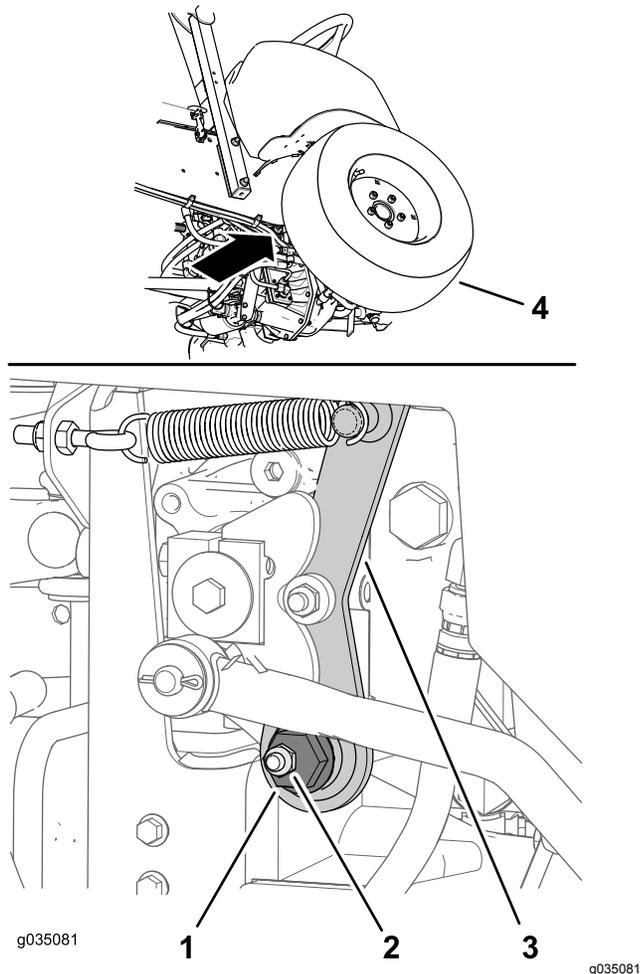

図 68
1. 油圧ポンプの右側、コントロールコンソールの下にある偏芯六角ボルトを探し出す 図 68。
2. 偏芯六角ボルトを回せる程度にリテーナナットをゆるめる 図 68。
4. 偏芯六角ボルトを右方向に回して車輪が前進回転を始める位置を捜す。次に、左方向に回して車輪が後進回転を始める位置を捜す 図 68。